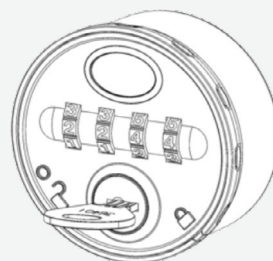

Abbildung 1
- Schritt 1** Master Key Notöffnungsschlüssel einstecken und 90° im Uhrzeigersinn drehen (siehe Abbildung 1).